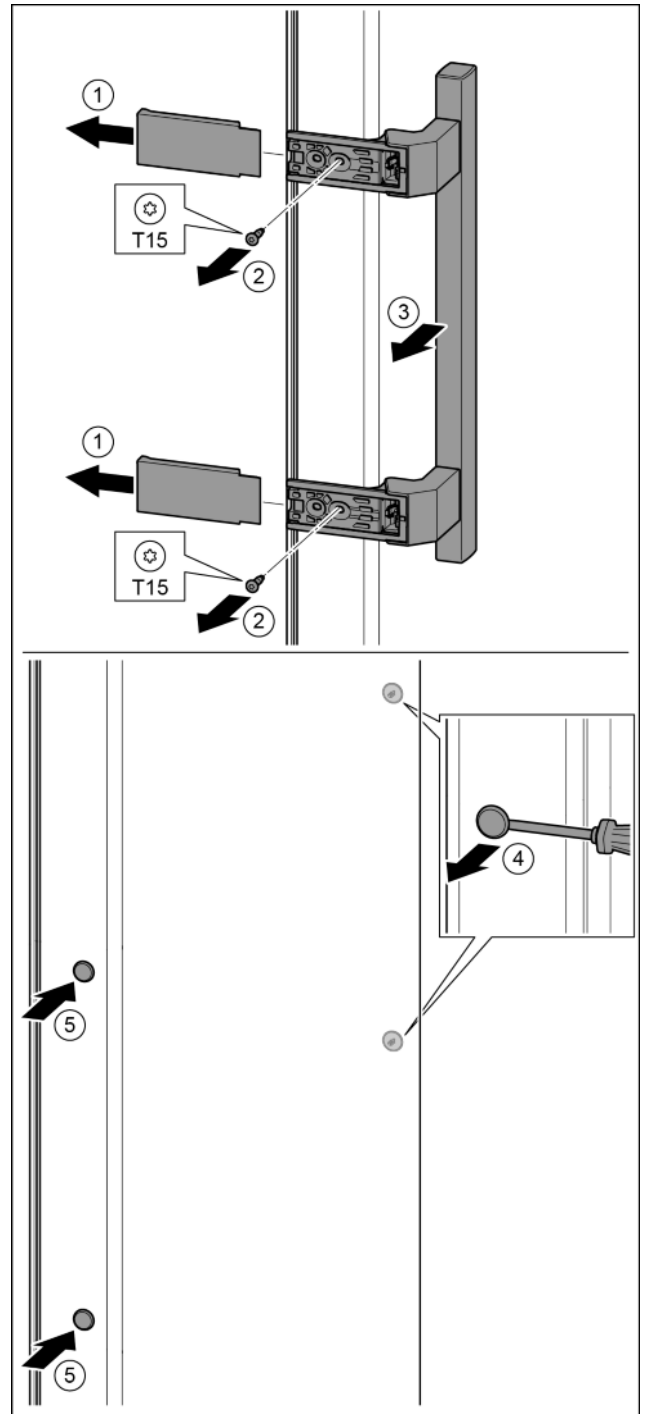

Fig. 14
- ▶ Снять крышку. Fig. 14 (1)
- ▶ Выкрутить винты отверткой T15. Fig. 14 (2)
- ▶ Снять ручку. Fig. 14 (3)
- ▶ Осторожно приподнять шлицевой отверткой боковые заглушки и вынуть их. Fig. 14 (4)
- ▶ Заглушки снова вставить с другой стороны. Fig. 14 (5)